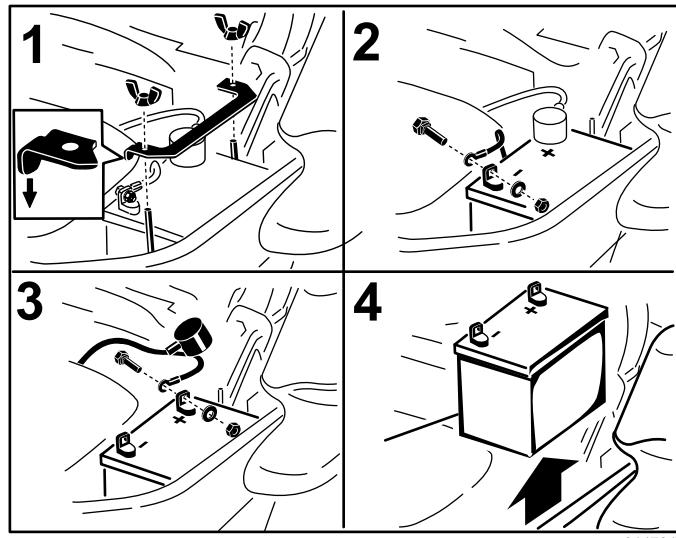

Figura 53
3. Scollegate prima il cavo negativo della batteria (nero) dal morsetto negativo (-)(nero) della batteria (Figura 53).
4. Sfilate la guaina rossa dal morsetto positivo (rosso) della batteria e togliete il cavo positivo (+)(rosso) della batteria (Figura 53).
5. Togliete il dado ad alette che fissa la fascetta della batteria (Figura 53).
6. Togliete la fascetta (Figura 53).
1. Posizionate la batteria nel vassoio, con i poli in posizione opposta al serbatoio idraulico (Figura 53).
4. Fissate i cavi con 2 bulloni, 2 rondelle e 2 dadi di bloccaggio (Figura 53).
6. Montate la fascetta e fissatela con il dado ad alette (Figura 53).